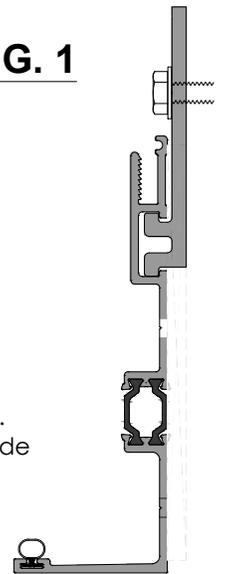

**FIG. 1**
- Mettez une cale sous le receveur pour niveler et corriger la position de la hauteur. **Voir Fig. 1.**